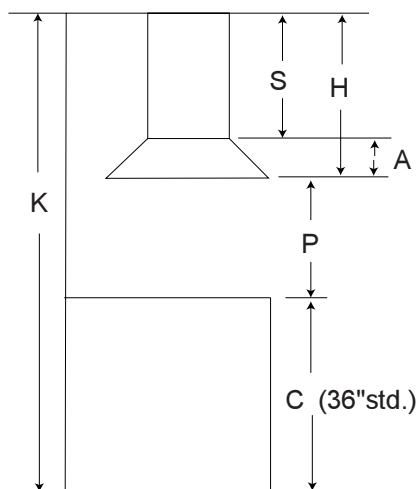

Figure 2
4. La hauteur pour l'installation de la hotte sur le plan de la cuisine est indiquée dans la Figure 2. Veiller à ce que le modèle de la hotte choisie soit approprié pour l'installation.
Opérations préliminaires à l'installation (Figure 2)
1. a) Choisir la hauteur souhaitée P de la hotte, de façon à ce qu'elle soit pratique pour l'utilisateur (voir Figure 2) mais non inférieure de 30".
b) Calculer la hauteur de la hotte H par rapport à l'installation (Figure 2). $H = K - C - P$.
d) Calculer la hauteur de la structure de support S (en utilisant les formules reportées dans la Figure 2 et en vérifiant les dimensions de la hotte). Conserver les calculs pour une installation ultérieure.